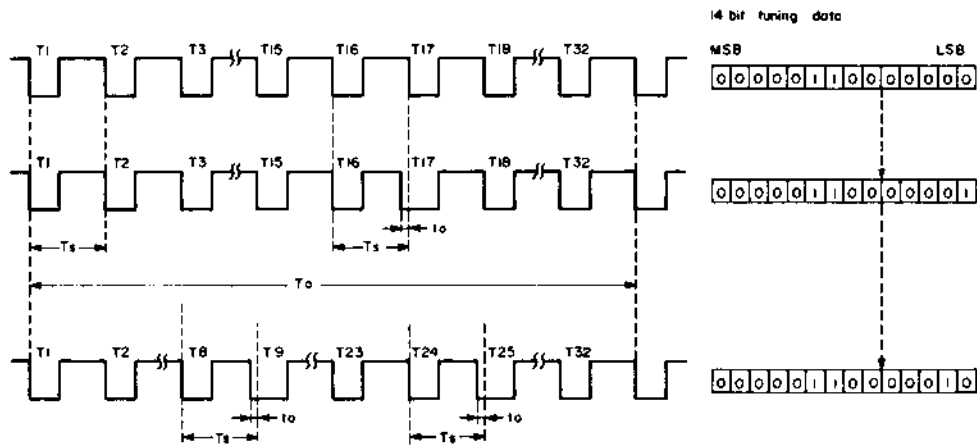

Fig. T-3 PWM-Impuls
Die Impulsbreitenmodulation erfolgt über einen programmierbaren Impulserzeuger (PPG¹⁾) innerhalb von IC 1. Der PPG wird durch einen 2,1-MHz-Taktimpuls gesteuert, der von einem ebenso in IC 1 vorliegenden Taktgeber (CG)²⁾ erzeugt wird. Der PPG umfaßt ein 14 Bit PWM-Register und bewirkt die Impulsbreitenmodulation in Abhängigkeit von den in diesem Register vorliegenden Daten. Im PWM Impulserzeugungs-Modus erzeugt der PPG einen PWM-Impuls mit einer Impulswiederholungsdauer von etwa 244 μ sec und einer durch die Daten im PWM-Register bestimmten Impulsdauer. Dies entspricht indessen einer Auflösung von nur $2^9 = 512$. Um die Auflösung weiterhin zu verstärken, werden 32 Zyklen als eine Periode festgelegt (etwa 7,81 msec); dies ergibt eine Auflösung von $2^{14} = 16.384$. Siehe auch Fig. T-3 (Seite 100) und Table T-2 (Seite 97).
Pulse-width modulation is conducted by a programmable pulse generator (PPG) inside IC1. The PPG is timed by a 2.1-MHz clock pulse supplied by a clock generator (CG) also incorporated in IC1. The PPG includes a 14-bit PWM register and provides pulse-width modulation depending on the data in this register. In the PWM pulse generating mode, the PPG outputs a PWM pulse having a pulse repetition period of about 244 μ sec (2^9 times that of the clock pulse) and a pulse-width determined by the data in the PWM register. However, this corresponds to a resolution of only $2^9 = 512$. To further increase the resolution, $2^5 = 32$ cycles are determined as one period (about 7.81 msec); this provides a resolution of $2^{14} = 16.384$. Refer to Fig. T-3 (Page 100) and Table T-2 (Page 97).